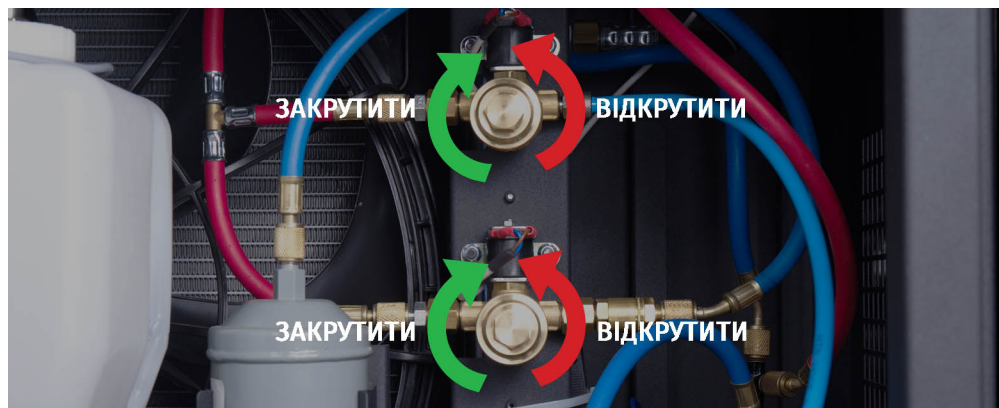

Рисунок 41. Напрямок обертання кришки під час заміни фільтрів MS0102
- кожна четверта заміна лівого фільтрувального елемента MS0101 супроводжується заміною 2-х фільтрувальних елементів MS0102 див. рис.41.